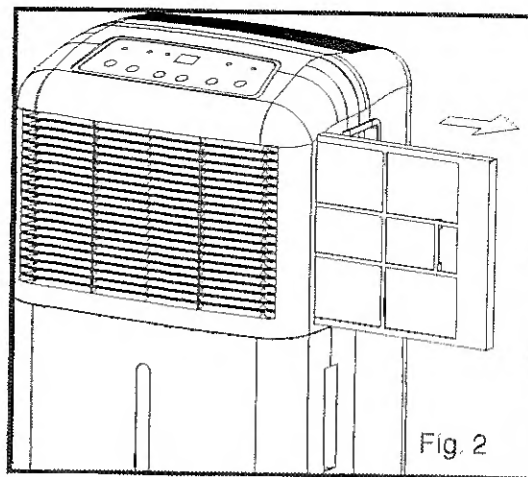

Fig. 2
1. Saisir la poignée du filtre, le filtre glissera facilement. (Fig. 2)